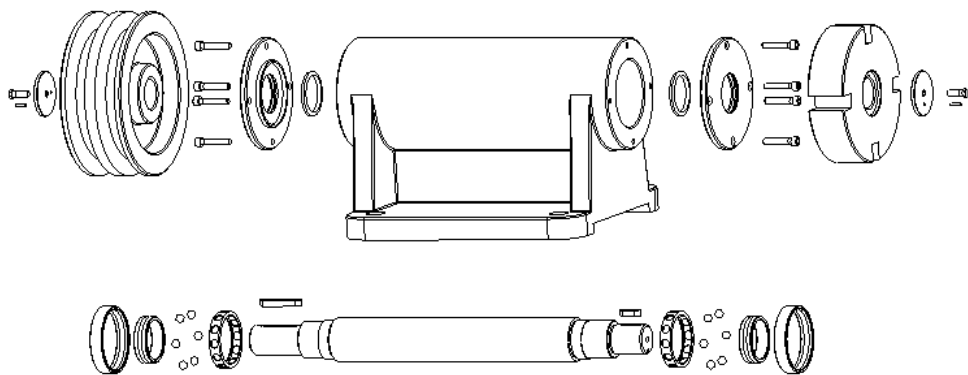

图 3.9.25 `asm_milling_base.prt` 主视图分解视图（一）
为了全面地反映装配体的零件组成，可以通过创建其分解视图来达到目的。图 3.9.25 所示为装配体 `asm_milling_base.prt` 主视图的分解视图。创建装配体工程图分解视图具体操作过程如下。
Step5. 单击“分解位置”对话框中的 **确定** 按钮，选择 **MOD EXPLODE (修改分解)** 菜单中的 **Done/Return (完成/返回)** 命令，再单击“绘图视图”对话框中的 **取消** 按钮关闭对话框，此时生成图 3.9.25 所示的分解视图。